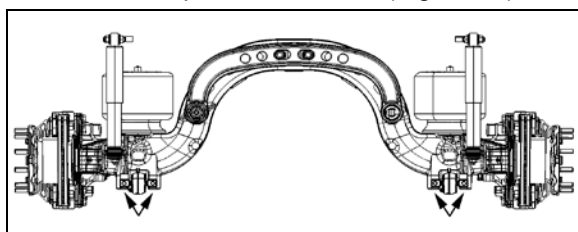

FIGURE 15: POINTS DE LEVAGE SOUS L'ESSIEU AUXILIAIRE 11023
- Placer des appareils de levage sous les points de levage d'essieu auxiliaire pour soutenir le poids de l'essieu (Figure 15).